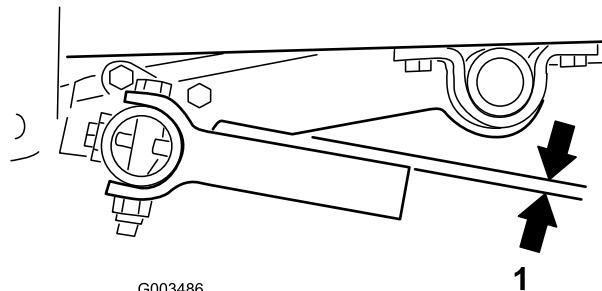

Figura 20
2. Gire el perno excéntrico en cualquier sentido hasta que las púas de la barra de herramientas estén paralelas al brazo de elevación (Figura 16 y Figura 20).